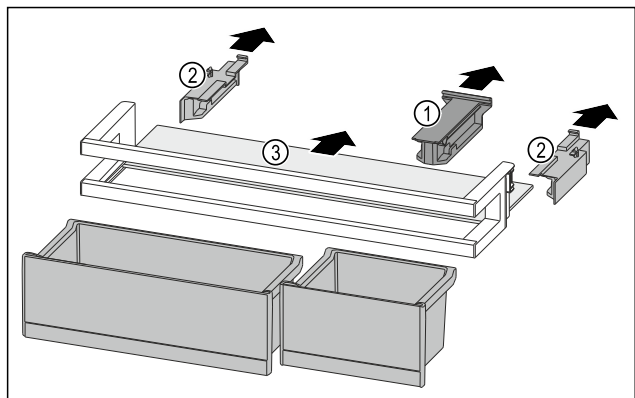

Fig. 165
- ▶ 拉出定位件 Fig. 165 (1)。
- ▶ 拉出侧面部分 Fig. 165 (2)。
- ▶ 取出搁板 Fig. 165 (3)。